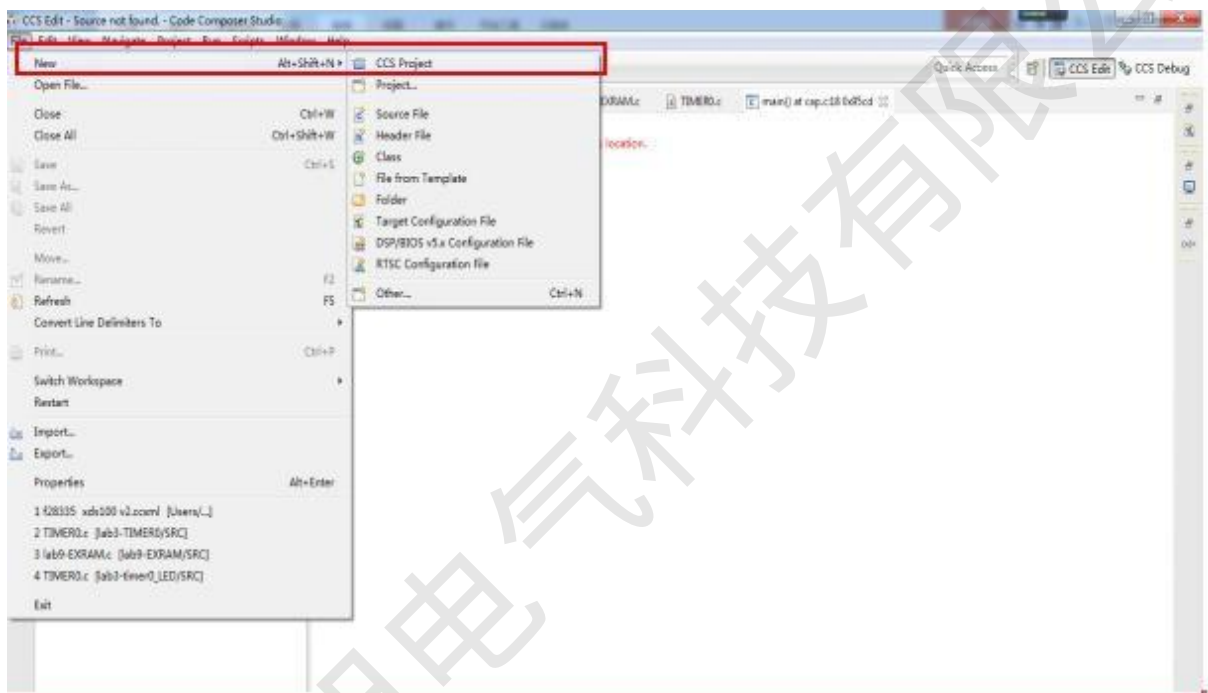

图 3-1-1
①在编译环境“CCS Edit”下, 点击“File -> New -> CCS Project (文件->新建-> CCS 项目)” 如下图 3-1-1 所示: